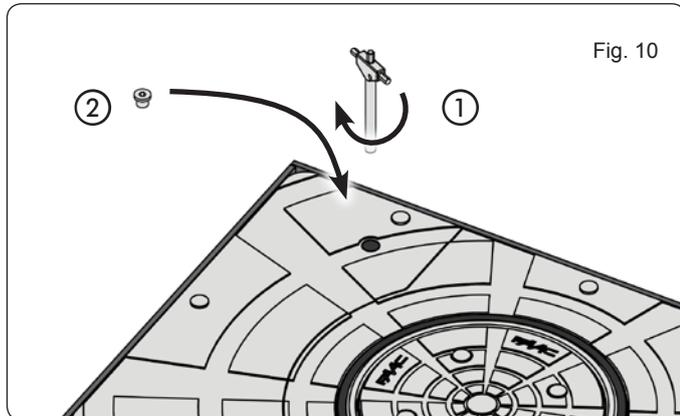

Fig. 10
2. Tourner en sens horaire jusqu'à la butée (fig. 10 réf. ①).
3. Revisser la vis de fermeture située sur la tête de la borne (fig. 10 réf. ②).